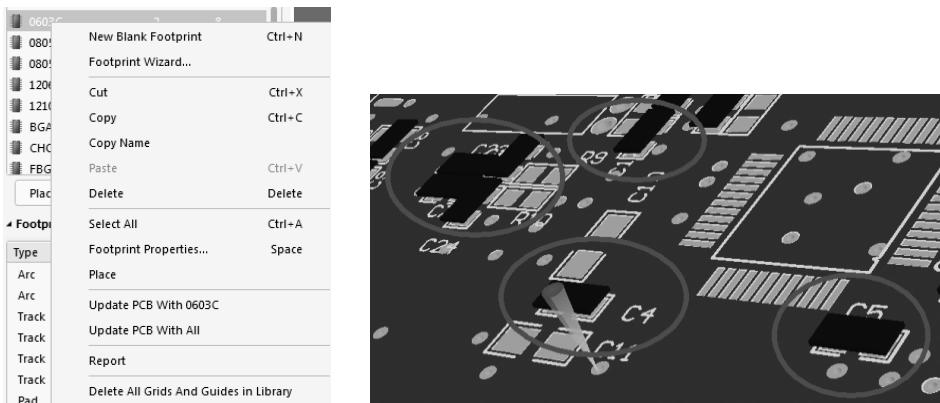

图 6-45 PCB 中 3D 效果预览
(7) 存储绘制好的 3D 封装库，在 PCB 封装列表中单击鼠标右键，执行“Update PCB With 0603C”命令，更新此库到 PCB 中即可。同样，在 PCB 中切换到 3D 视图，即可查看效果，如图 6-45 所示。